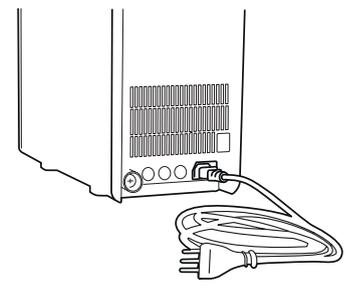

Fig. 16-1
**20.9** - Inserire la presa IEC del cavo di alimentazione elettrica in dotazione nella spina IEC posizionata alla base del lato posteriore dell'apparecchio, nell'apposito vano allacciamenti, Fig. 16-1.